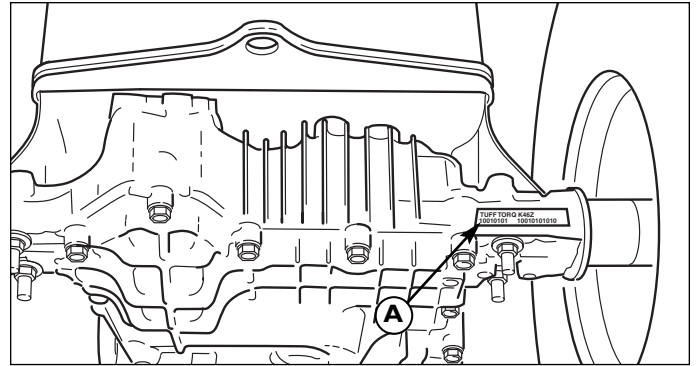

Figura 11. Ubicación de la etiqueta de identificación de la transmisión
La fuerza horizontal máxima que soporta la barra de enganche es de 280 Newton. La fuerza vertical máxima que soporta la barra de enganche es de 160 Newton. Esto corresponde a un remolque de 113 kg. (250 lb) en una cuesta de 10 grados. Sujete el remolque con un pasador de horquilla (A, Figura 11) y una pinza (B) del tamaño adecuado.
Para determinar con qué tipo de transmisión cuenta su tractor, revise la etiqueta de identificación del eje de transmisión (Figura 11) o la lista de piezas con ilustraciones de su tractor.